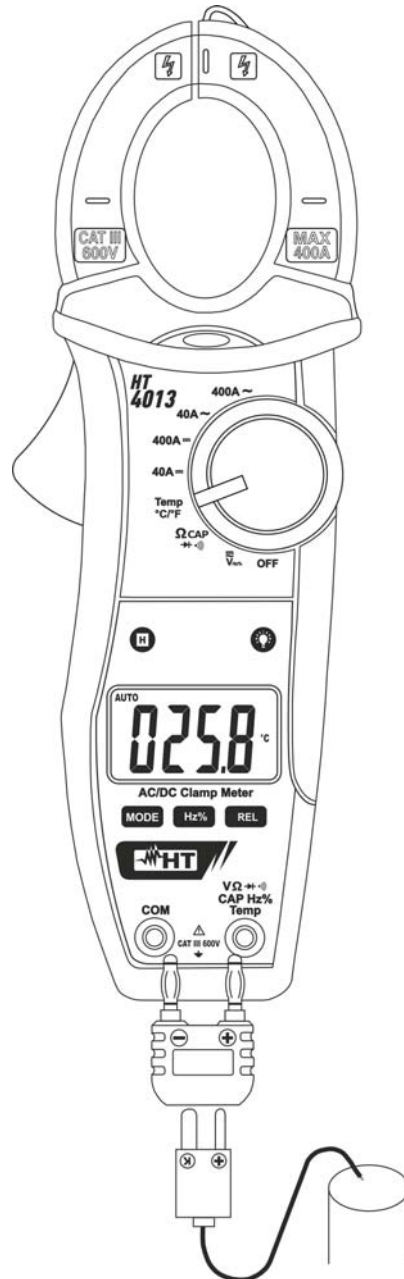

Fig. 9: Uso della pinza per misura di Temperatura con sonda K
3. Inserire la sonda a filo tipo K in dotazione nei terminale di ingresso **VΩ▶▶)CAPHz%Temp** e **COM** tramite l'opportuno adattatore, rispettando la polarità mostrata in Fig. 9. Il valore della temperatura è mostrato a display